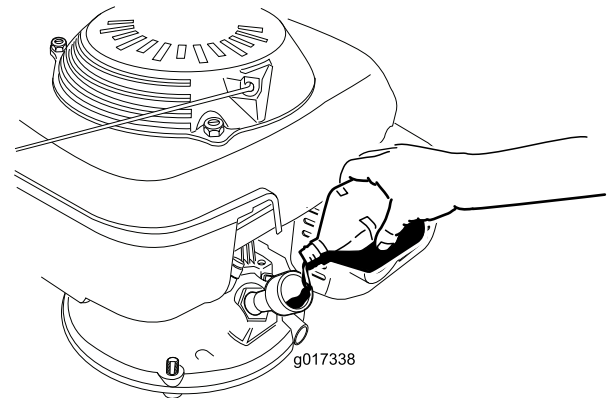

图8
3. **慢慢**将机油倒入注油孔等待 3 分钟将量油尺擦干净后插入注油孔 **不是**拧入加油盖检查量油尺上的机油油位 图8。